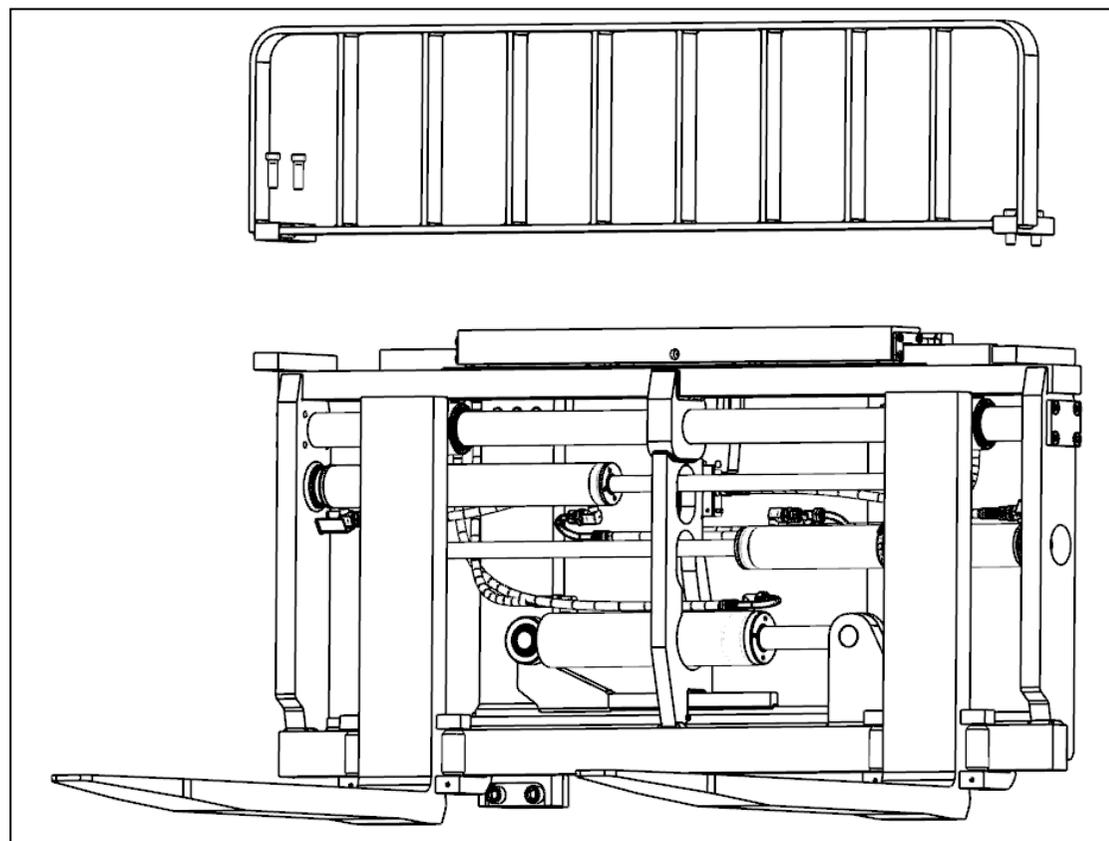

Fig. 006
2.4 Montaggio griglia di protezione (Fig.006)